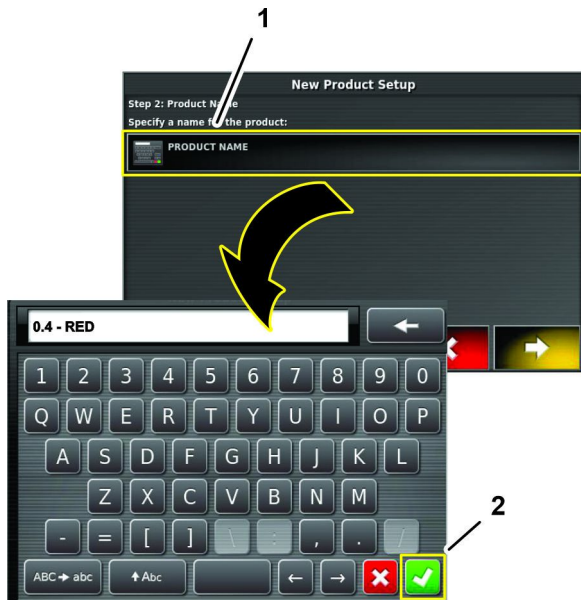

Figura 118
7. Premete l'icona NOME DEL PRODOTTO, inserite il nome con la tastiera sullo schermo del display, quindi premete l'icona Conferma (Figura 118).